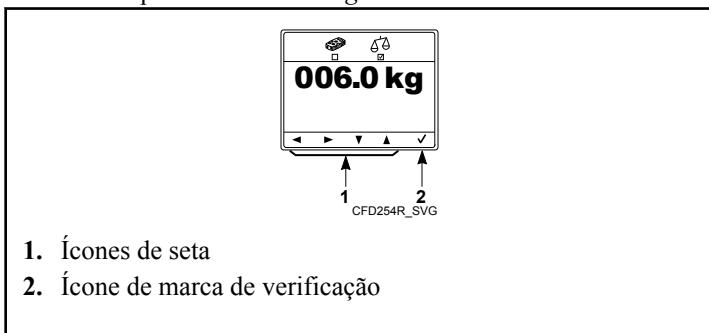

Figura 30
5. Aperte as teclas debaixo dos ícones de seta para ajustar o peso. Consulte a *Figura 30* .
6. Aperte a tecla debaixo do ícone de marca de verificação para confirmar a modificação da lavagem dependente da carga. Consulte a *Figura 30* .